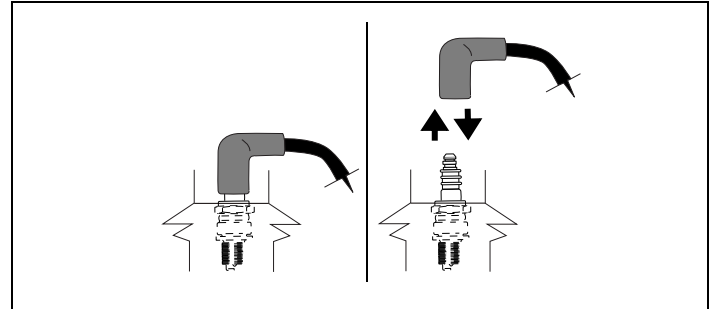

Figure 26. Débranchement/branchement de la bougie
1. Débranchez le fil de bougie et mettez-le à l'écart. Consultez les directives de la section « G. Évitez tout démarrage accidentel » à la page 2. Voir la Figure 26.